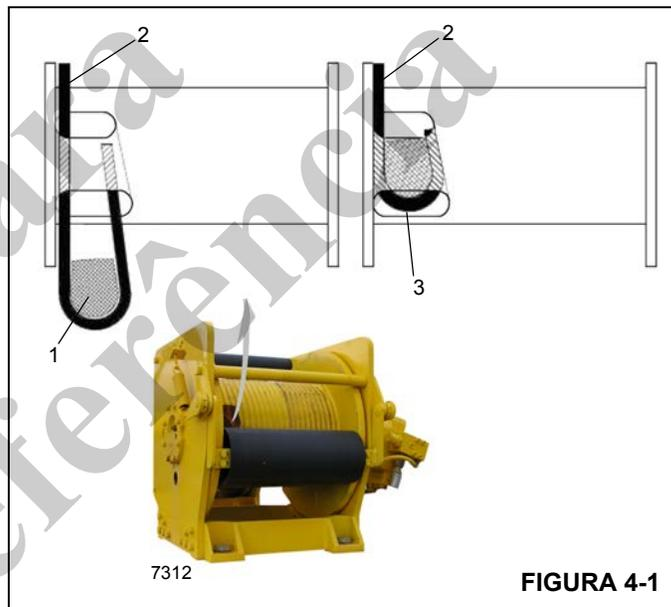

FIGURA 4-1
3. Insira o cabo através da fenda e posicione-o em volta da cunha de fixação (1) (Figura 4-1).
NOTA: Se a cunha não se assentar firmemente na fenda, bata cuidadosamente no topo da cunha com uma marreta (3, Figura 4-1 e Figura 4-2).